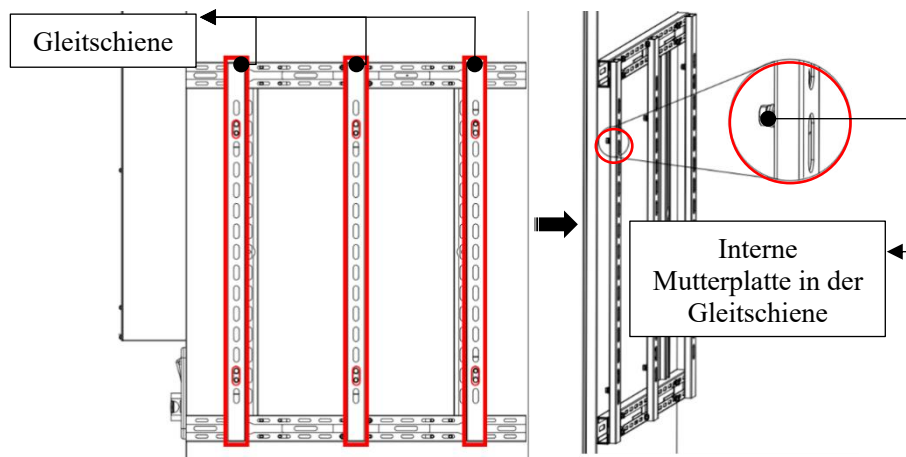

Abbildung 3.2.10
(2) Stellen Sie die Gehäusehalterung und die interne Mutterplatte in der Gleitschiene so ein, dass sie an den Befestigungslöchern der Halterung des Wechselrichters anliegen (Abb. 3.2.10).
(3) Setzen Sie die zuvor entfernten Schrauben wieder in die Gehäusehalterung ein, um die Befestigung der Gleitschiene abzuschließen. Darüber hinaus hängt die Bewegung und Fixierung der Mutterplatte hauptsächlich davon ab, wie fest oder locker die Muttern darauf angezogen sind (Abb. 3.2.10).